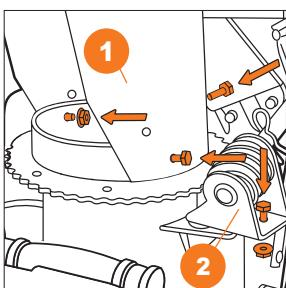

Рис. 11
- Установите желоб 1 на отверстие выброса снега и закрепите его тремя болтами M8x20 и гайками M8. Установите шестерню поворотного механизма желоба 2 и закрепите её болтом M8x30 и гайкой M8. (Рис. 11).